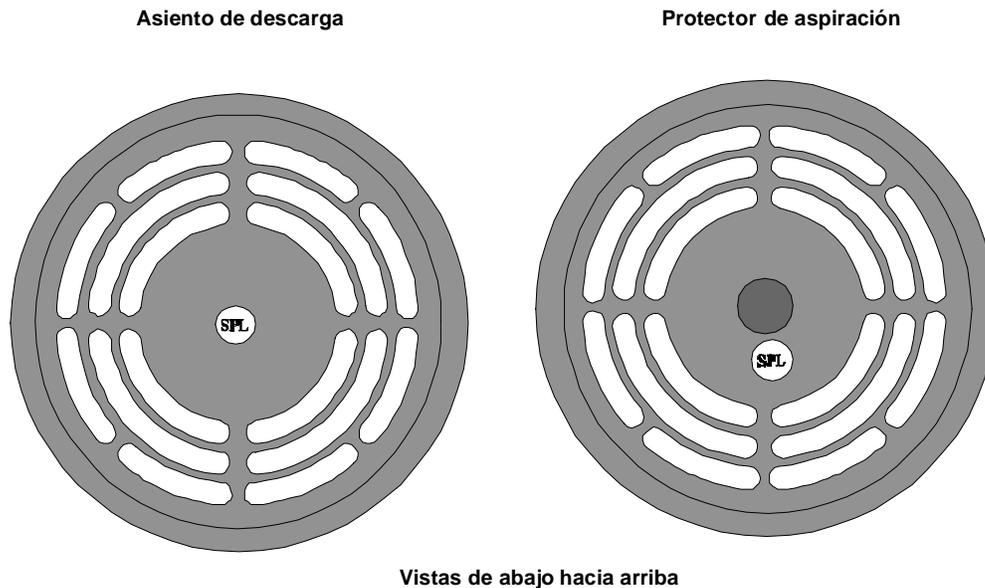

FIGURA 1-9: CONJUNTO DE VÁLVULA CON ROSCA SPIRALOCK, SPL
- Los pernos de 12 puntas en los conjuntos de válvulas que están marcados SPL (ver la figura 1-9), se lubrican, tanto las roscas como las superficies de asiento, solamente en lubricante a base de petróleo (vaselina)